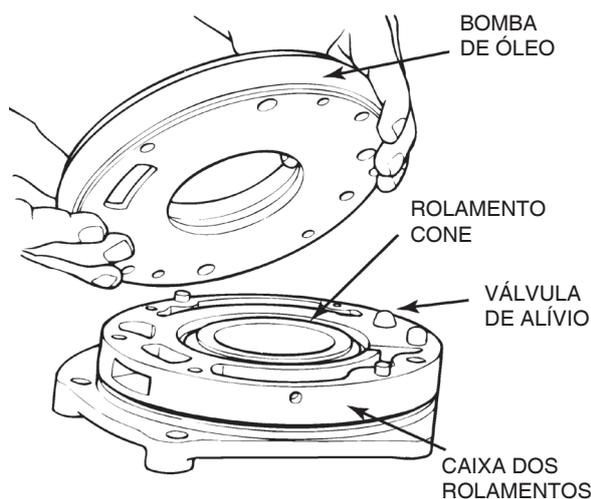

Figura 3.35
D. Remova os parafusos que fixam a bomba de óleo à caixa dos rolamentos do eixo de entrada. Separe a bomba de óleo da caixa. Figura 3.35.